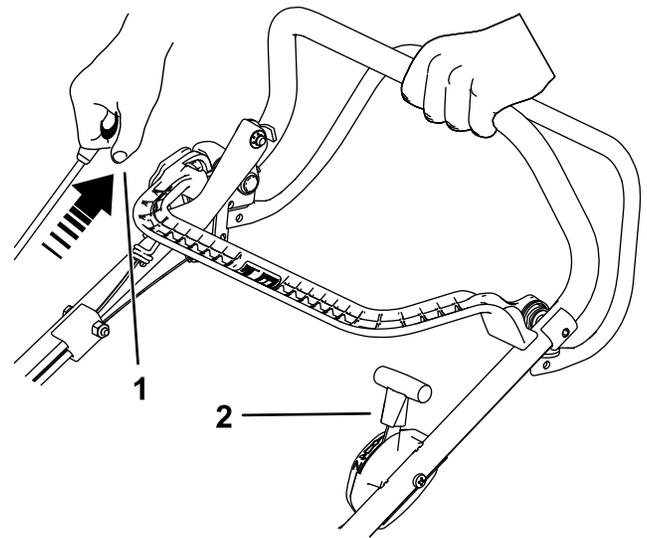

Bild 15
2. Ziehen Sie leicht am Rücklaufstartergriff, bis Sie einen Widerstand spüren. Ziehen Sie ihn dann kräftig durch. Wenn der Motor startet, bringen Sie die Gasbedienung wieder langsam in die Position FAST, wenn Choke eingelegt war (Bild 15).